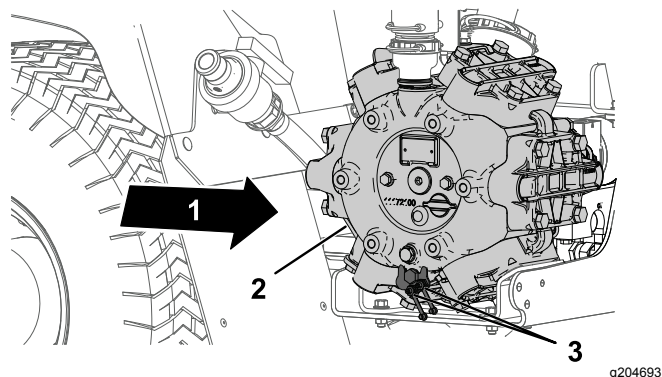

图 62
1. 将 2 个远距离黄油嘴擦拭干净图 62。
2. 用黄油枪将润滑脂打入到远距离黄油嘴图 62。